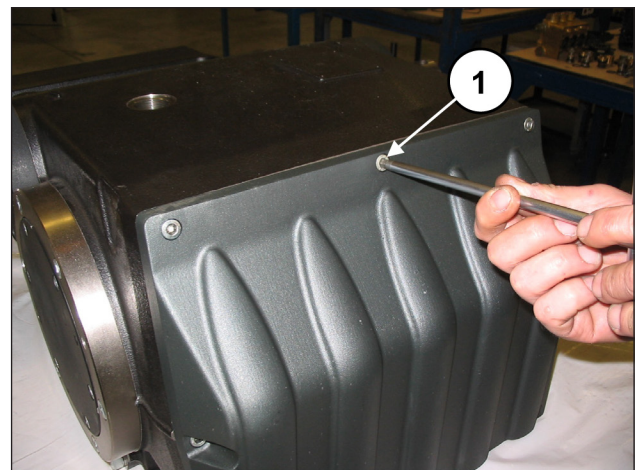

Fig. 10
Dévisser les vis de fixation du couvercle du carter (rep. ①, Fig. 10) et le déposer. Dégager le joint torique et le remplacer si nécessaire.